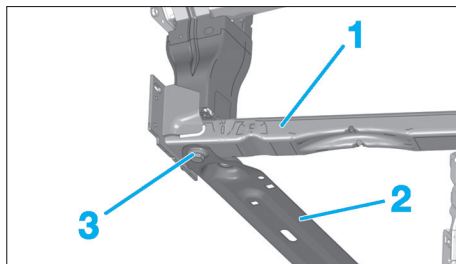

FIG. 8
- l'allonge de berceau (1) (Fig.8),